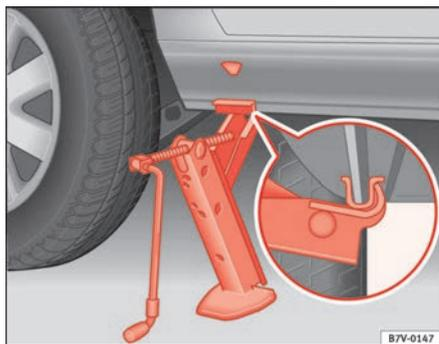

Fig. 161 Posición del gato en la parte trasera derecha
4. A la vez que coloca el gato, gire la manivela hasta que la garra encaje en el alojamiento ⇒ fig. 161 (flecha) de los bajos del vehículo ⇒ ⚠.
- La garra del gato debe encajar en el alojamiento de los bajos para evitar que se desplace al elevar el vehículo ⇒ página 255, fig. 161 .